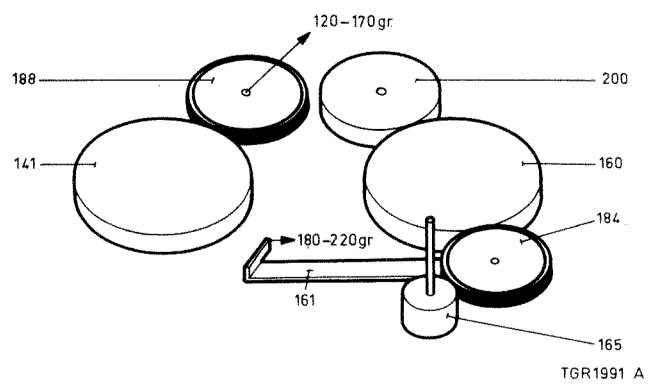
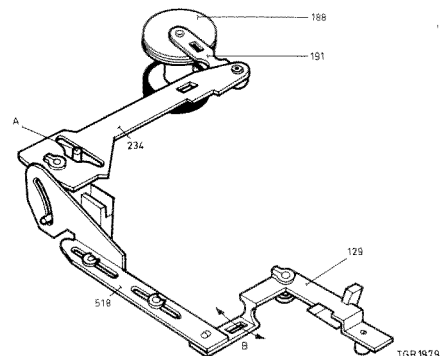
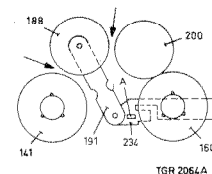
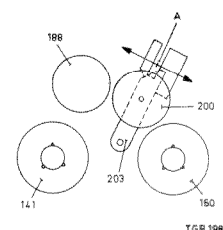

Fig. 25
Fig. 26
Fig. 27
Fig. 28
Controle van de aandrukkracht van tussenwiel pos.184 tegen de rechter spoelschotel pos.160, zie fig.25
De kracht nodig om tussenwiel pos.184 juist van de rechter spoelschotel en het vliegwiel te lichten moet 180 tot 220 g be- dragen. Dit meten op beugel pos.161, zie fig.25. Wijkt deze kracht te veel af dan moet veer pos.159 vervangen worden.
Instelling beugel pos.129, zie fig.26
- Beugel pos.129 moet nu zodanig worden ingesteld, dat nokje A op beugel pos.190 zich juist in het midden bevindt van de opening in beugel pos.234 (zie fig.26).
- Dit is in te stellen door met behulp van een schroevendraaier (welke in slobgat B wordt gestoken) beugel pos.129 te ver- buigen.
Instelling van het tussenwiel pos.188, zie fig.27
- Tussenwiel pos.188 moet nu zodanig worden ingesteld dat deze zich juist in het midden bevindt t.o.v. de linker spoel- schotel pos.141 en tussenwiel pos.200. (Tussenwiel pos.200 moet tegen de rechter spoelschotel pos.160 aanliggen.) Dit is in te stellen door met behulp van een schroevendraaier beugel pos.234 te verbuigen.
- De kracht nodig om tussenwiel pos.188 juist van de linker spoelschotel te lichten in de stand "rewind" moet tussen de 120-170 g bedragen.
- Dit meten op het asje van tussenwiel pos.188, zie fig.25.
- Wijkt bovengenoemde waarde te veel af dan moet veer pos.186 vervangen worden.
Instelling van het tussenwiel pos.200, zie fig.28
- Tussenwiel pos.200 moet zodanig worden ingesteld dat deze zich juist in het midden bevindt t.o.v. de rechter spoelschotel pos.160 en tussenwiel pos.188. (Beugel pos.203 moet tegen lip A op het chassis aanliggen.